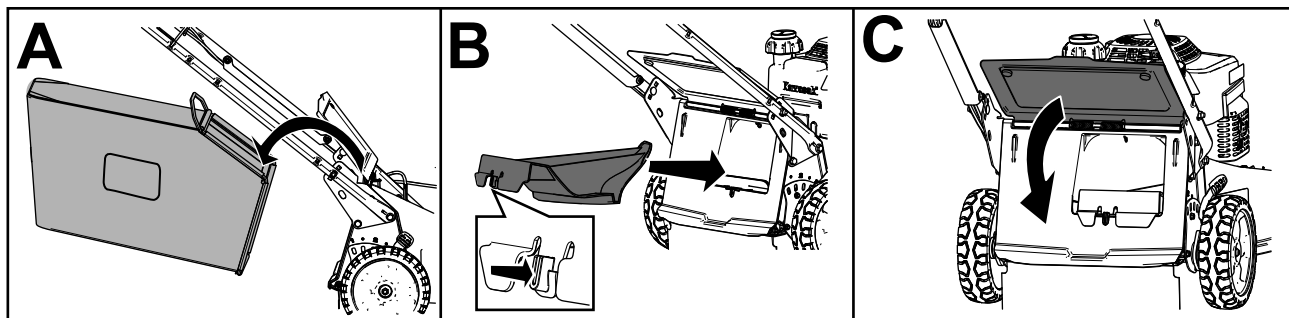

Figura 17
- Si la bolsa de recogida está instalada en la máquina, retírela (Figura 17, A).
- Si el tapón de descarga trasera no está instalado, sujételo por el asa, eleve el deflector trasero e introdúzcalo en el conducto de descarga trasera hasta que el enganche encaje en su sitio (Figura 17, B).
3. Retire la varilla de la bolsa de recogida de las muescas de la base del manillar (Figura 17, A).
4. Instale el tapón de descarga (Figura 17, B).
5. Baje el deflector trasero (Figura 17, C).